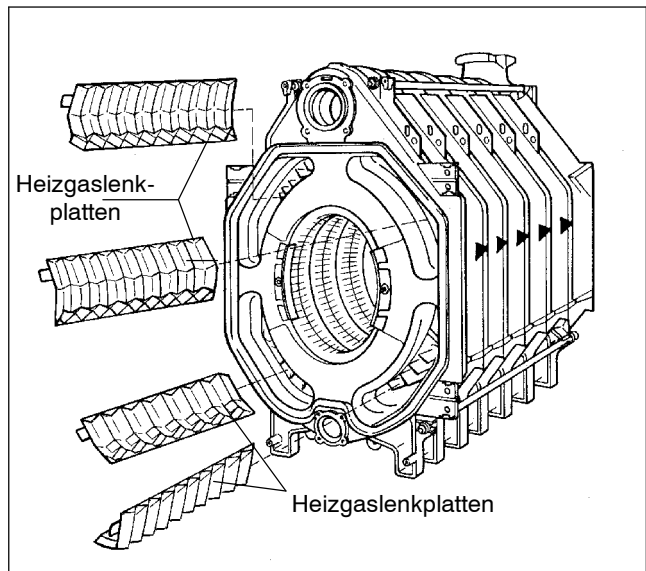

Abb. 21
- Heizgaslenkplatten entsprechend der aufgesessenen Beschriftung in die Heizgaszüge einlegen (Abb. 21).